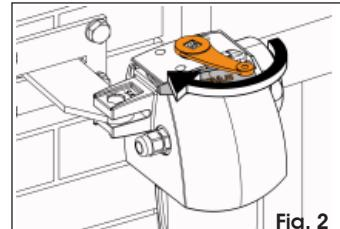

Fig. 2
3. Gire la llave en la dirección indicada por la flecha (Fig. 2), la palanca de desbloqueo se abre ligeramente para facilitar el agarre.